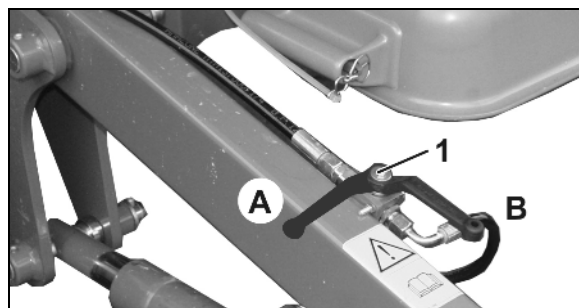

Рис. 99
- Держите шаровой кран (Рис. 99/1) в положении **В**,